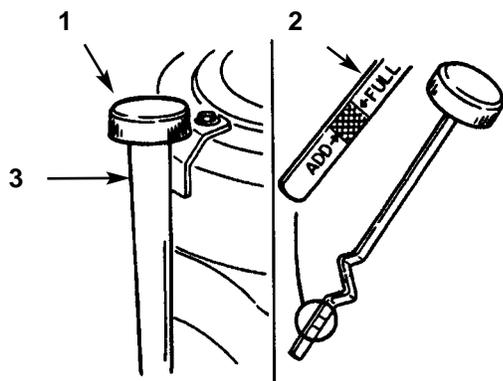

Figure 32
- A. Taper légèrement l'élément sur une surface plane pour éliminer poussière et saleté (Fig. 32).
3. Nettoyer la surface autour de la jauge d'huile (Fig. 32) pour éliminer les saletés qui pourraient tomber dans le trou de remplissage et endommager le moteur.
4. Dévisser la jauge et essuyer la tige sur un chiffon propre (Fig. 32).
5. Revisser la jauge à fond dans le tube de remplissage (Fig. 32), puis la retirer à nouveau et vérifier le niveau sur la tige. Si le niveau est bas, verser doucement suffisamment d'huile dans le tube de remplissage pour atteindre la marque FULL (PLEIN).
- 7.. Verser approx. 80% de la quantité d'huile spécifiée dans le tube de remplissage (Fig. 32), puis contrôler le niveau; se reporter à la section *Contrôle du niveau d'huile*.